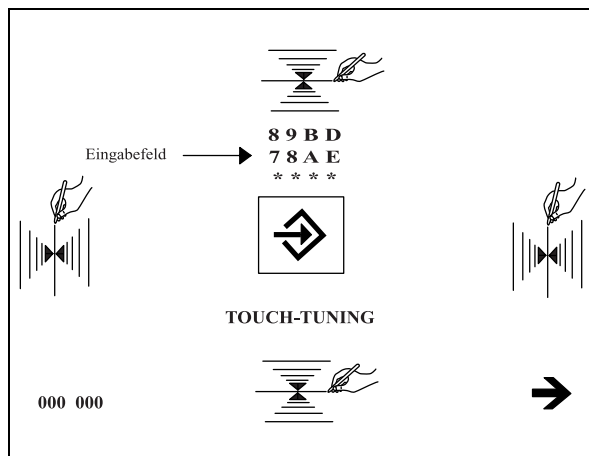

Abb. 47
- Drücken Sie das „Screen“ Symbol. Auf dem Display erscheint dann, die zum Justieren notwendige „Touch-Tuning“ Anzeige (Abb. 47).